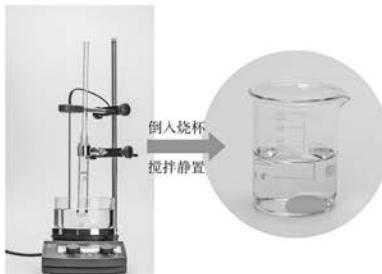

图 2.8 苯的硝化反应
向加有磁力搅拌子^①的大试管中加入 1.5 mL 浓硝酸，并将大试管放在冷水浴中，启动搅拌，然后慢慢加入 2 mL 浓硫酸，再慢慢加入 1 mL 苯。在 55~60℃ 水浴中加热并搅拌 10 min，然后把试管内的混合液倒入另一只盛水的小烧杯里，用玻璃棒搅拌后静置（图 2.8）。